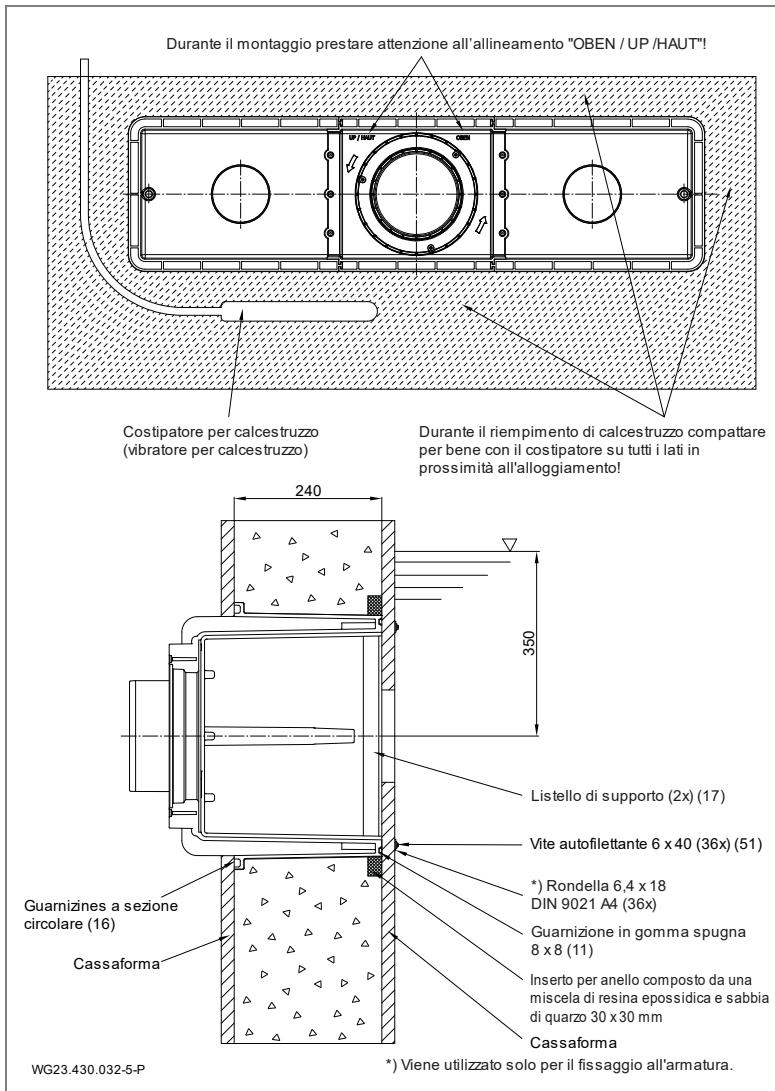

Fig. 5
Per l'impermeabilizzazione della parete in calcestruzzo, si consiglia di creare un anello circonferenziale di resina epossidica/sabbia di quarzo sulla parete esterna dell'alloggiamento (1) sul lato della vasca. Vedere "Fig. 5" a pagina 22.
1. Profondità di montaggio: Il centro del corpo da murare (1) deve trovarsi a 35 cm sotto il livello dell'acqua.
3. Bloccare i listelli di supporto (17) tra le due sovrapposizioni del lato interno dell'alloggiamento.
4. Premere manualmente la guarnizione in gomma spugna (11) senza esercitare trazione lungo la scanalatura dell'alloggiamento (1). Fissare con una goccia di colla istantanea sul lato inferiore.
5. Inserire la guarnizione a sezione circolare (16) nella scanalatura dell'alloggiamento.
6. Allineare il corpo da murare (1) con la marcatura "OBEN/UP/HAUT" (IN ALTO) e fissare sulla cassaforma con le viti autofilettanti (51).